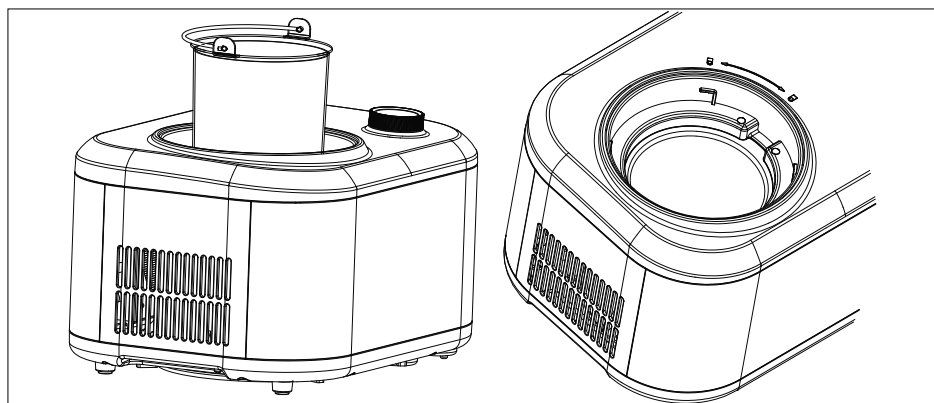

Fig. 4
- ▶ Introduzca el recipiente de aluminio en la bandeja de refrigeración de modo que los dos extremos del asa del recipiente de aluminio encajen en los huecos del aro superior de la bandeja de refrigeración (véase fig. 4).